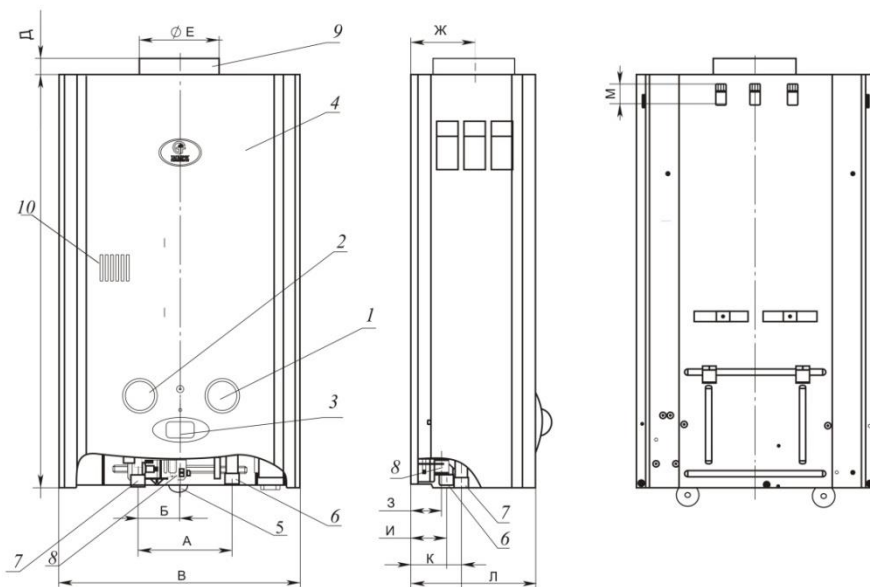
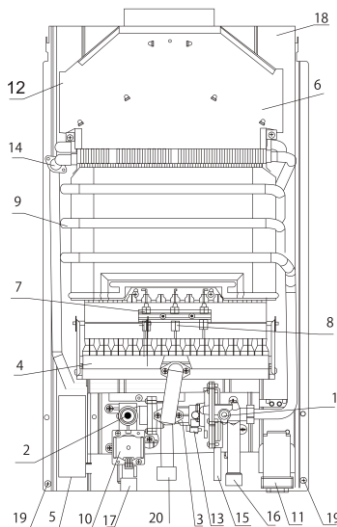
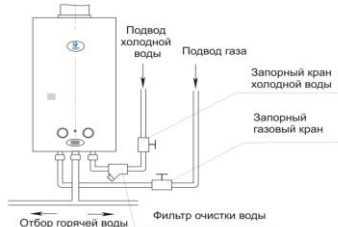

Рисунок 4.1. Внешний вид, габаритные и присоединительные размеры аппарата (DA)
Рисунок 4.2. Внешний вид водонагревателя без облицовки
Рисунок 5.1. Схема подключения водонагревателя
4.1. Внешний вид водонагревателя, с указанием размеров, показан на рис.4.1.
4.2. Внешний вид водонагревателя без облицовки показан на рис.4.2.
5.5. Схема подключения водонагревателя приведена на рис. 5.1.
5.8. Подключение холодной, горячей воды и газа следует выполнять, руководствуясь рис.4.1, рис.4.2 и рис.5.1.
- включить выключатель питания 5 рис. 4.1.
- для регулировки расхода горячей воды нужно использовать ручку 1, рис.4.1. или кран отбора горячей воды;
- для регулировки температуры воды следует использовать ручку 2, рис.4.1.